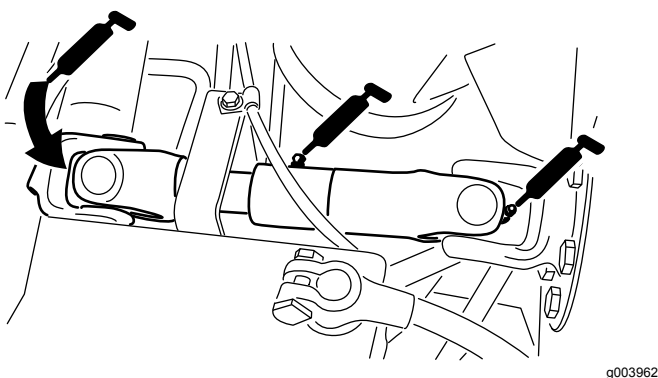

Figura 45
- Junta em U do veio propulsor da bomba (3) (Figura 45)